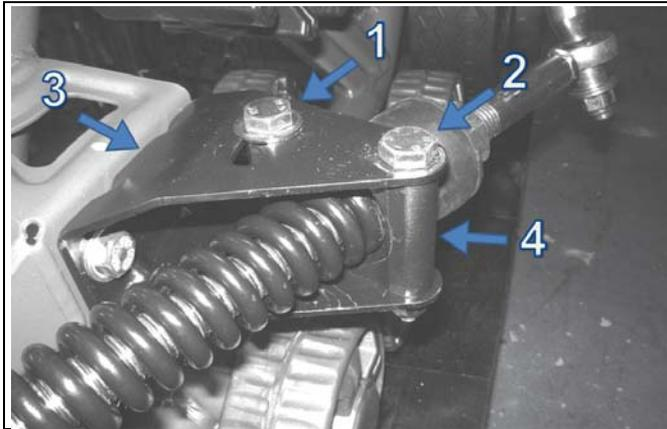

Figure 9
- Desserrer les boulons (1) et (2) de l'ancrage anti-pivot (3) afin de permettre à la pièce de support (4) de pivoter. (Voir la Figure 9)